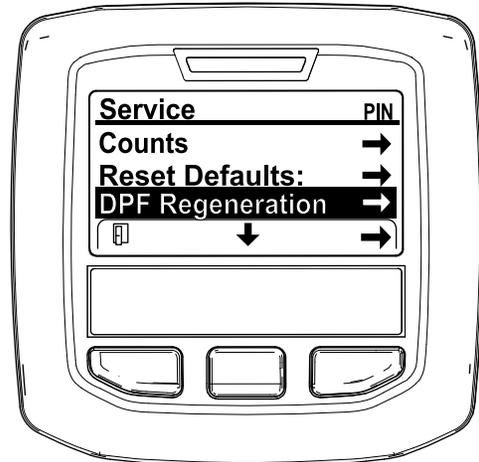

Figura 34
- No MENU DE MANUTENÇÃO, prima o botão do meio até surgirem as opções de REGENERAÇÃO DO DPF e prima o botão direito para selecionar a opção de REGENERAÇÃO DO DPF (Figura 34).